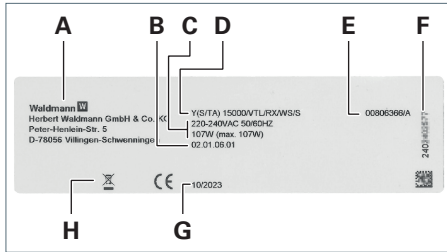

Fig. 42: Leistungsschild Leuchtenkopf (Beispiel).
- Vorhandener Leuchtenkopf, ab Seriennummer 2402389763, siehe Fig. 42